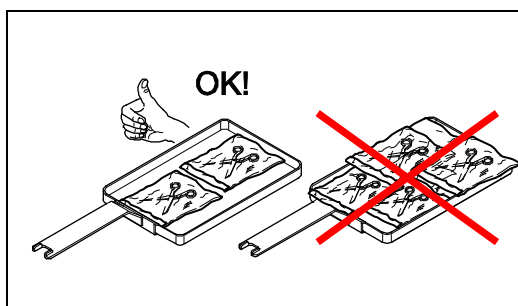

Abb. A3-1
- Bei der Sterilisierung von verpackten Instrumenten, die Beutel nicht übereinander auf den Tablettts anordnen (Abb. A3-1).